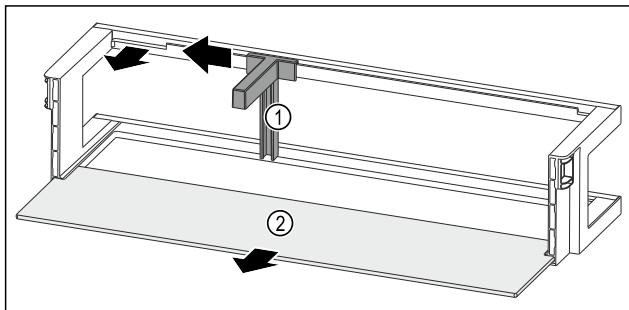

Fig. 173 Türabsteller mit Flaschenhalter und Abstellfläche
- Flaschenhalter Fig. 173 (1) bis zur Aussparung zur Seite schieben.
- Flaschenhalter Fig. 173 (1) entnehmen.
- Abstellfläche Fig. 173 (2) entnehmen.